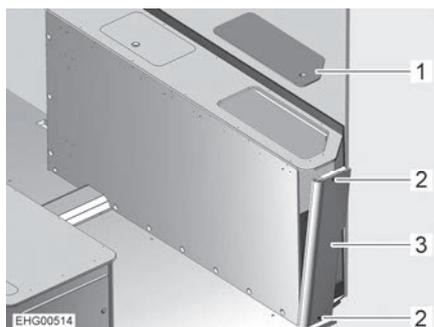

Fig. 107 Cassone letto a destra
- Rimuovere il coperchio di servizio (Fig. 107,1).
- Svitare le 2 viti (Fig. 107,2).
- Accedere al cassone letto dall'alto e spingere leggermente il pannello laterale (Fig. 107,3) verso l'esterno.